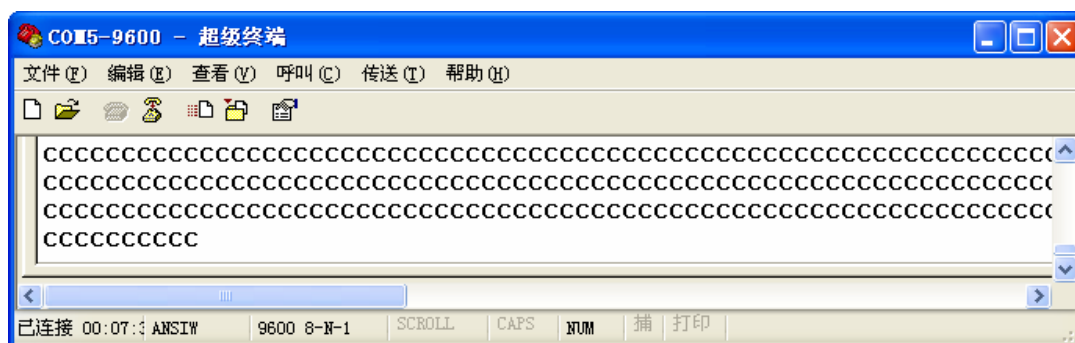

图 3-77 电脑串口终端接收到单片机发送的“C”
2. 实验前首先使用一根母到母交叉串口线连接 51 开发板 DB9 串口与电脑，打开电脑的超级终端工具，将波特率设置为 9600，无奇偶校验，设置正确后可以看到电脑接收到的测试字符'c'如图 3-77，则说明操作成功，否则操作失败。